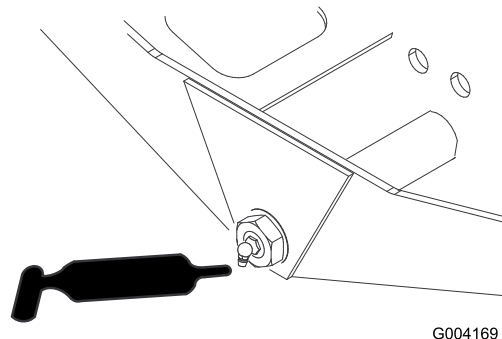

Figura 52
- Articulação do direção do eixo (1 cada) (Figura 52)